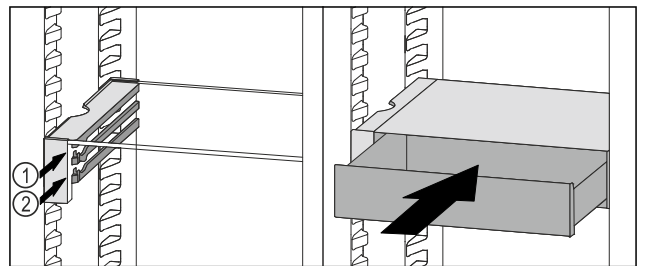

Fig. 201
- ▶ 将 VarioSafe 抽屉放置在所需肋梁 Fig. 201 (1) 或 Fig. 201 (2) 上的止动器后面。